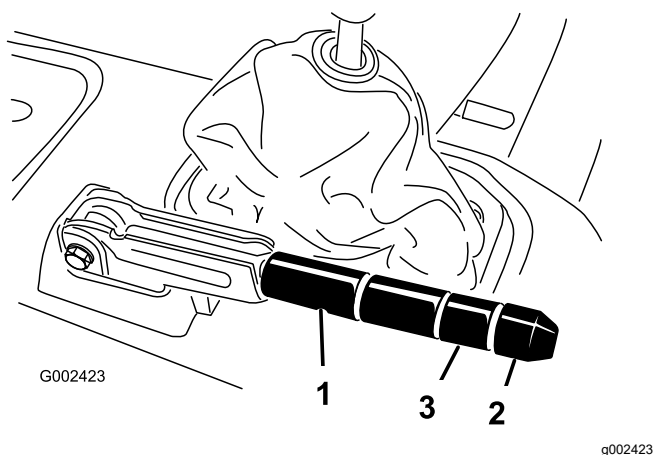

Figura 64
2. Allentate la vite a pressione che fissa la manopola alla leva del freno di stazionamento (Figura 64).